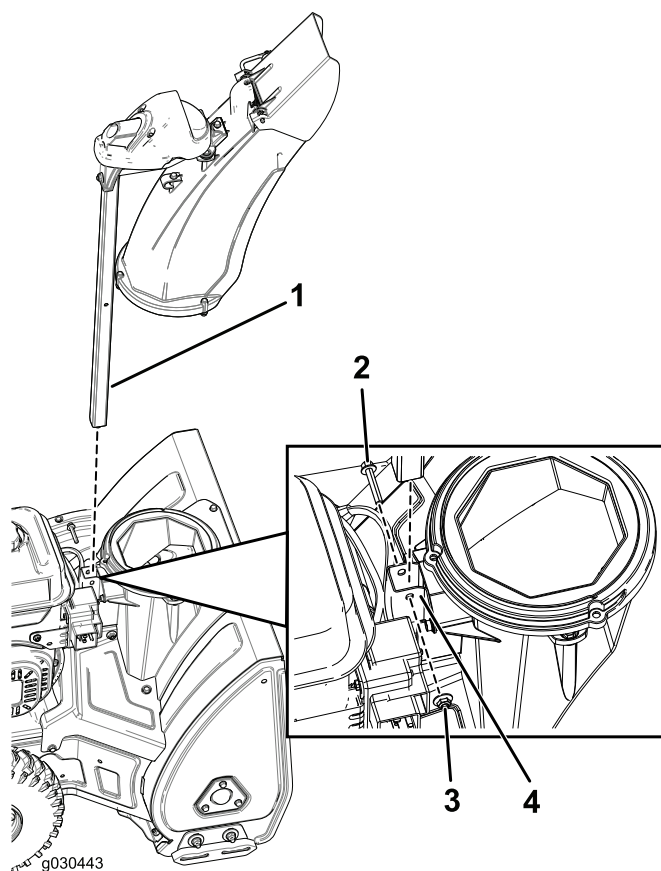

Figure 4
1. Insérez le montant de la goulotte dans le support au bas de la machine et fixez-le à l'aide d'un boulon et d'un contre-écrou (Figure 4).